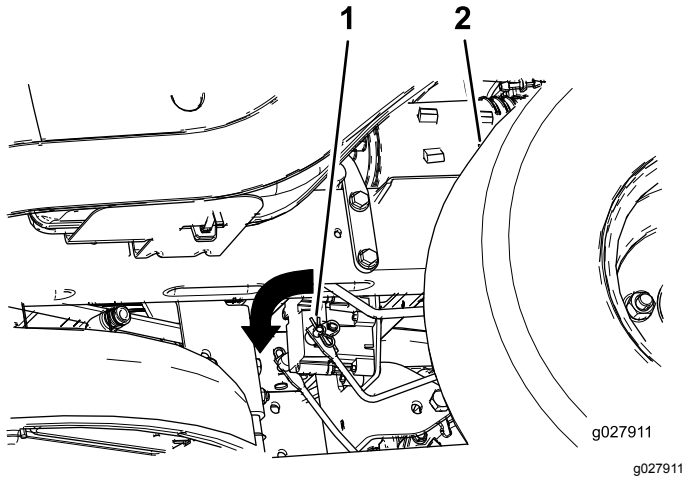

Figura 44
2. Localice el eje del freno eléctrico al que están conectados los brazos de enganche de los frenos (Figura 44).